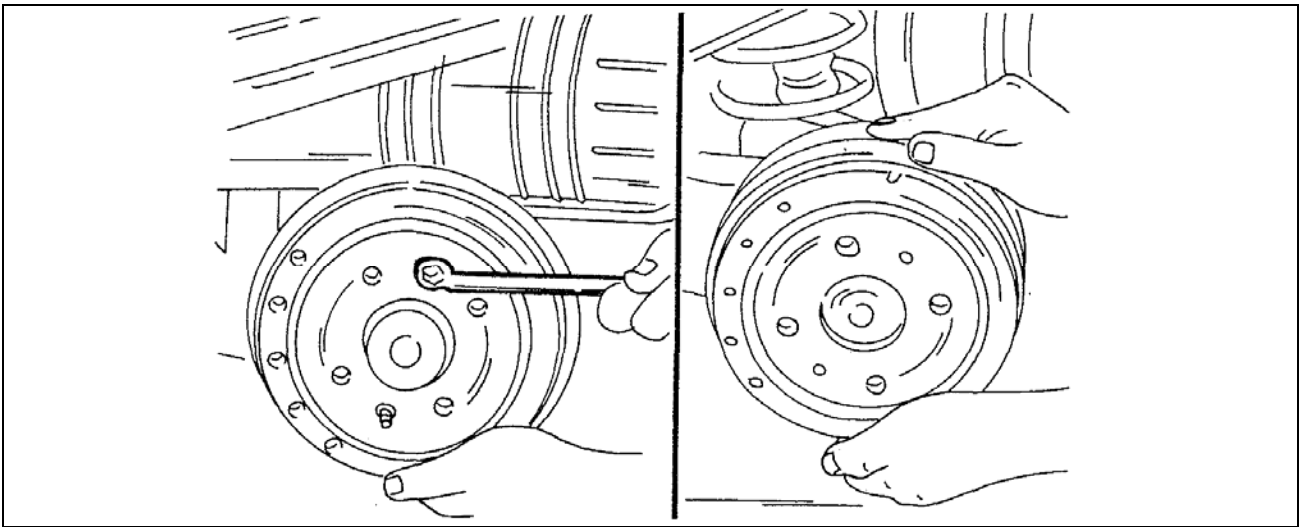

Bild 1
- 1 Die Bremstrommeln abmontieren. Dazu die beiden Führungsbolzen lösen und die Trommel durch Hin- und Herwackeln gerade von der Radnabe herunterziehen, wie es Bild 1 zeigt.